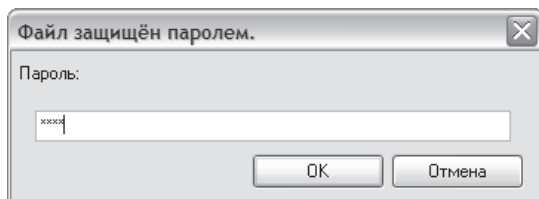

Рис. 11.3
1.5. В качестве пароля выберите любую комбинацию из 4 цифр и подтвердите пароль (рис. 11.3).